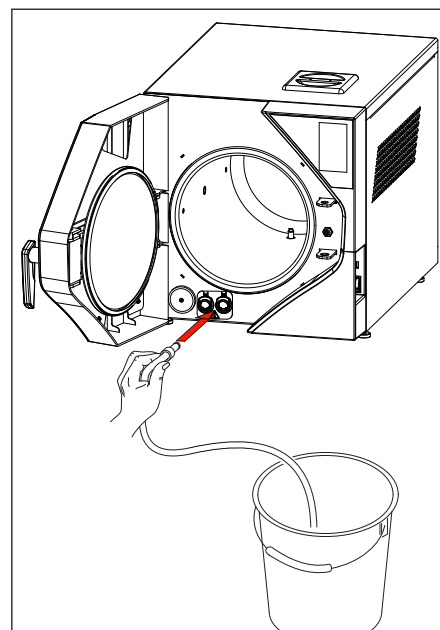

fig.5
2. Sätt i avloppsslangen i den grå slangkopplingen på enhetens framsida (fig. 5);